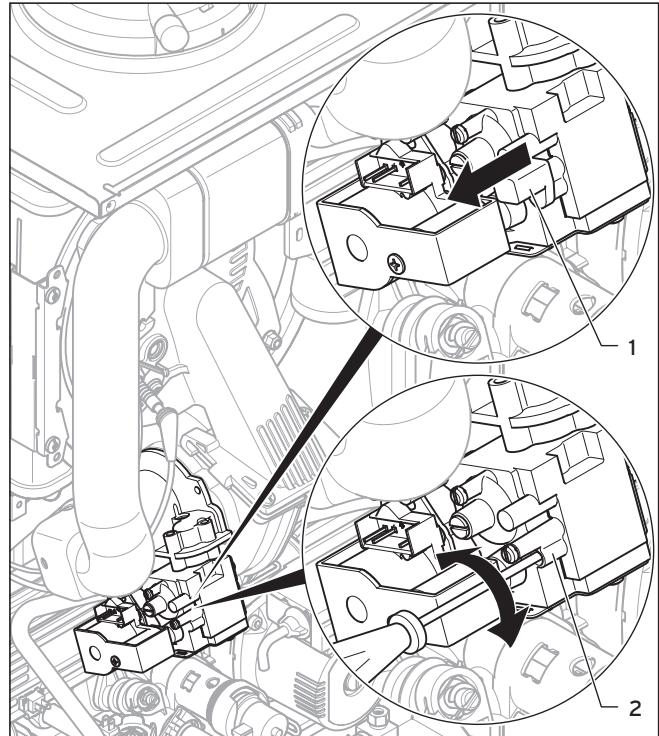

Fig. 2.2 Indstilling af CO2-indhold
- Træk den blå afdækningskappe (1) af.
- Så snart gassen når frem til apparatet, drejes skruen (2, Fig. 2.2) (2,5 mm indvendig sekskant), med udgangspunkt i den nuværende stilling, som følger: